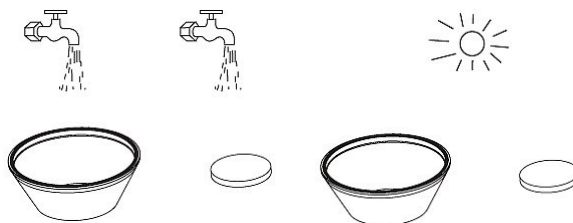

Fig. 12: Limpieza y secado del filtro
Paso 3: Limpie el filtro con agua y déjelo secar completamente (fig. 12).